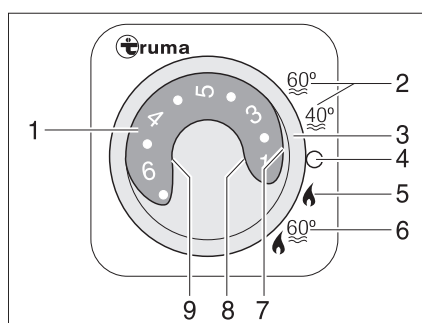

Fig. 165 Unidad de mando para la calefacción/caldera
- Ajustar el modo de funcionamiento con el interruptor giratorio (Fig. 165,3).
Según la temperatura ambiente deseada, la calefacción selecciona automáticamente la potencia de quemador necesaria. Cuando se alcanza la temperatura ambiente deseada se desconecta el quemador. El sensor de temperatura situado junto al panel mide la temperatura del ambiente. En el modo de funcionamiento "calefacción y caldera" (Fig. 165,6), se calienta también el agua de la caldera. En el modo "calefacción sin caldera" (Fig. 165,5), la calefacción puede funcionar con la caldera vacía.
- Girar el botón giratorio de temperatura (Fig. 165,1) de la unidad de mando al nivel deseado.
- Situar el interruptor giratorio (Fig. 165,3) en el modo invierno "calefacción sin caldera" (Fig. 165,5) o en modo invierno "calefacción y caldera" (Fig. 165,6).
La luz de control verde (Fig. 165,7) se enciende.
- Ajustar el interruptor giratorio (Fig. 165,3) en "O" (Fig. 165,4).
La combinación de los funcionamientos a gas y con electricidad a 230 V acorta el tiempo de calentamiento (esto solo es posible si en la unidad de mando (Fig. 165) la calefacción se encuentra ajustada en modo de invierno).